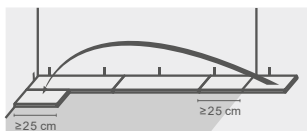
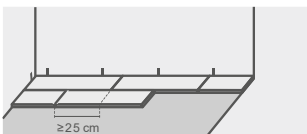

Рисунок 10
Рисунок 11
- 12.15 Каждый последующий ряд рекомендуется начинать и заканчивать остатком планки предыдущих рядов при условии, что длина остатка составляет не менее 25 см (см. Рисунок 10). Контролировать, чтобы расстояние между торцами планок соседних рядов было не менее 25 см (см. Рисунок 11).